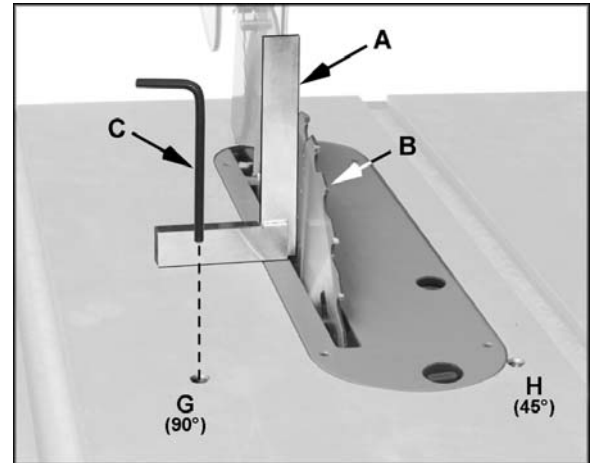

Рис. 23
4. Поместите поверочный угольник (А, рис. 23) на стол и приложите, чтобы видеть, что пильный диск (В, рис. 23) под углом 90° к столу. Удостоверьтесь, что угольник не касается зуба пильного диска.
5. Точность 90° регулируют винтом (поворот против часовой стрелки) один или два поворота 4-миллиметровым шестигранным ключом (С, рис. 23).
**ПРИМЕЧАНИЕ:** Если установка точности 90° все же безуспешна, возможно, потребуется регулировка торцевого винта (J, рисунок 23а), расположенного на ходовом винте наклона. Получить доступ к торцевому винту можно, сняв пластмассовую крышку из отверстия с левой стороны корпуса.
Рис. 23а